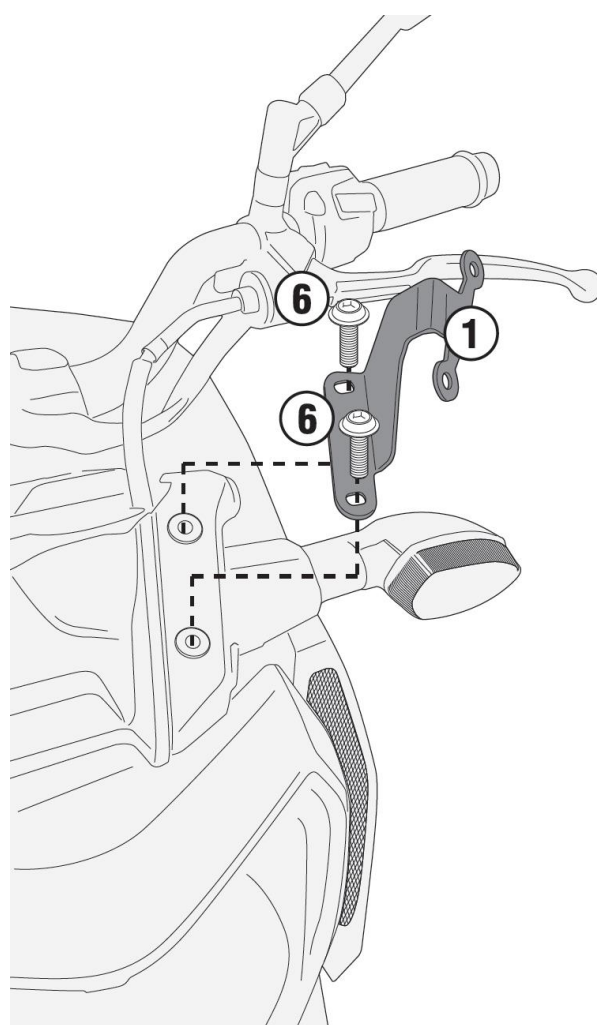

図 1
1. 純正ヘッドライト上に位置する⑥純正ボルト（左右各 2 ヶ）を取り外し、そのボルトを使用して①サポート（左右）を車体に仮組みします。（図 1 参照）
※. 図 1 は①サポート左側の組み付け図です。形状や組み付け向きに注意して、①サポート右側も同様に作業してください。